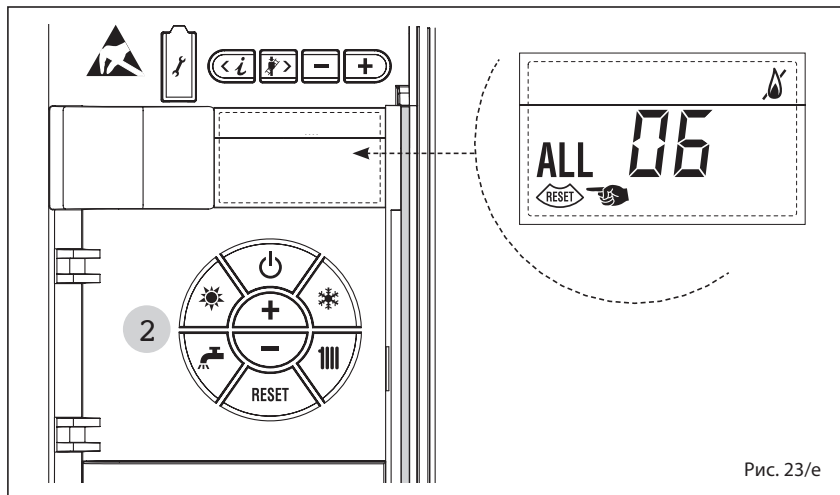

Рис. 23/e
– **НЕПОЛАДКА ПРЕДОХРАНИТЕЛЬНОГО ТЕРМОСТАТА, «ТРЕВ. 07» (рис. 23/f)**